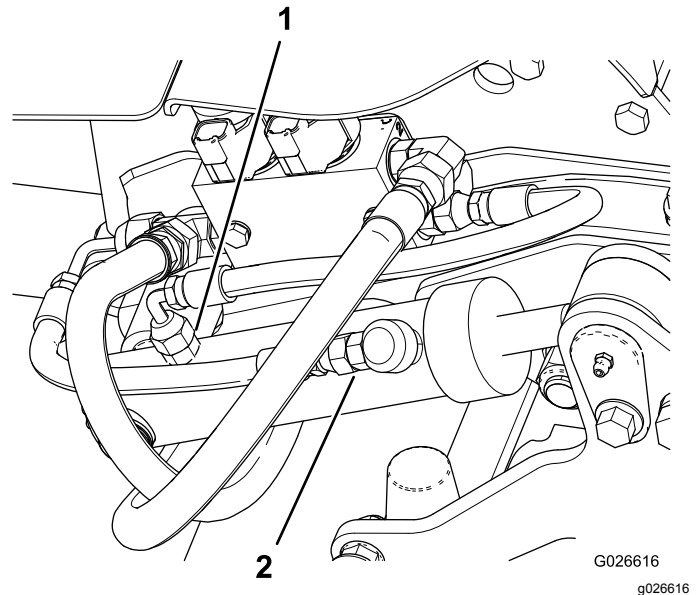

Bild 11
2. Entfernen Sie den Schlauch vom hinteren Anschluss am Mähwerkhubzylinder (**Bild 11**).
7. Entfernen Sie den Schlauch vom vorderen Anschluss am Mähwerkhubzylinder (Bild 11).